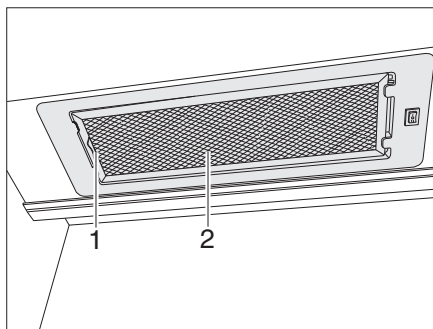

Bild 148 Spisfläkt
- Tryck spaken (Bild 148,1) inåt.
- Avlägsna filtret (Bild 148,2) nedåt.